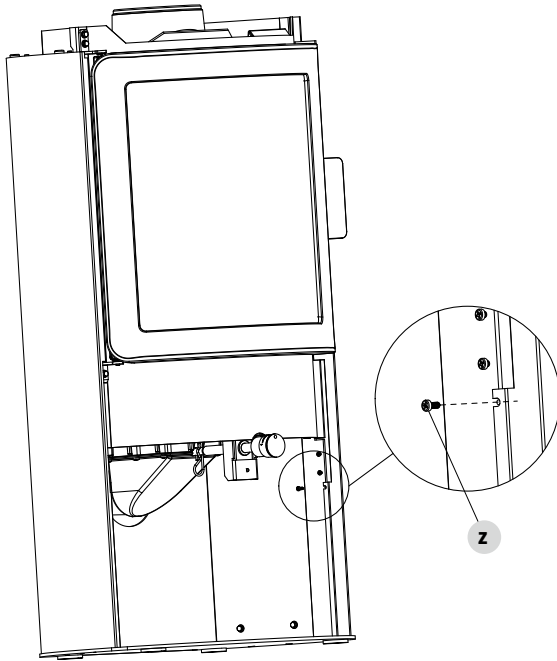

ABB. 7 - SEITLICHE PLATTE - SCHRAUBE "Z"
- Die Schraube "z" entfernen (Abb.7)